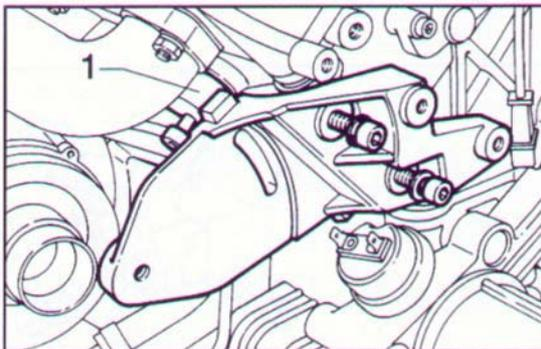

Fig. 33 ▲
- svitare le tre viti di fissaggio e rimuovere il supporto tendicinghia con il distanziale (1) (Fig. 33);
- unscrew the three securing screws and remove the belt tightener with spacer (1) (Fig. 33);